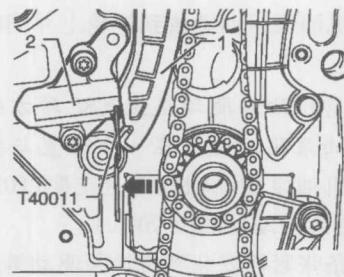
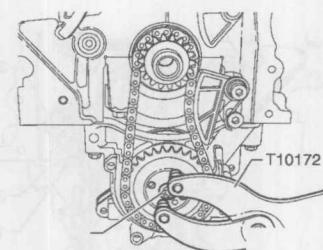

图1-2-4 固定链条张紧器活塞
图1-2-5 固定机油泵链轮
⑰沿图1-2-4所示箭头方向压张紧轨并用定位销T40011固定链条张紧器的活塞。
⑱将凸轮轴调节器1和正时链3一起取下。
⑲用固定支架T10172固定机油泵的链轮并松开紧固螺栓，如图1-2-5所示。